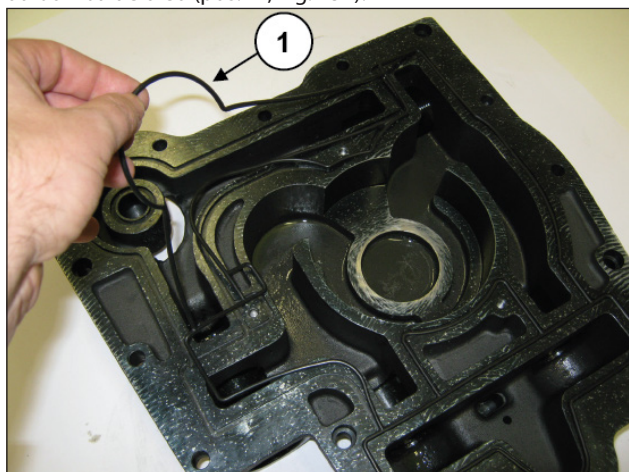

Fig. 151
Insira o vedante do anel circular em forma no local do corpo da bomba de óleo (pos. ①, Fig. 151).